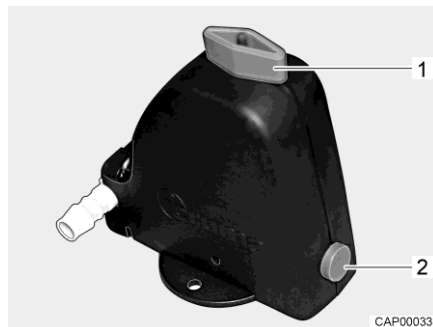

Fig. 283 Valve de sécurité et de vidange (Truma)
- Ouvrir la valve de sécurité et de vidange (Truma). Tourner le bouton rotatif (Fig. 283,1) dans le sens longitudinal par rapport à la valve de sécurité et de vidange. Le bouton-poussoir (Fig. 283,2) ressort.